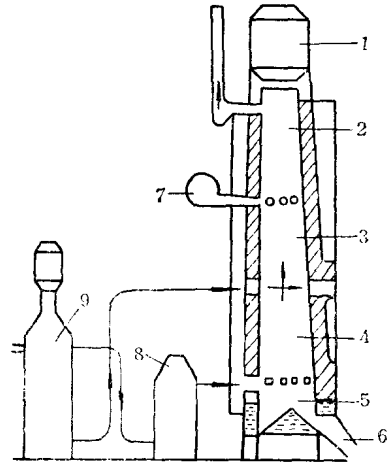

图 5 竖炉示意图
1) 竖炉法：它是利用天然气或焦炉煤气在立式竖炉（图 5）中还原铁矿粉或铁鳞获得海绵铁。这种方法的优点是，占地面积小，还原气体便宜，成本低，产量大，但是所获得的铁粉含铁量低。西德已建成一座日产 25 吨海绵铁的竖炉设备。